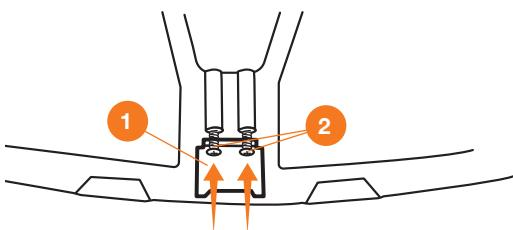

Рис. 5
- На защитный кожух установите подрезной нож ① и закрепите его двумя саморезами ②, снимите с ножа защитную накладку (Рис. 5).